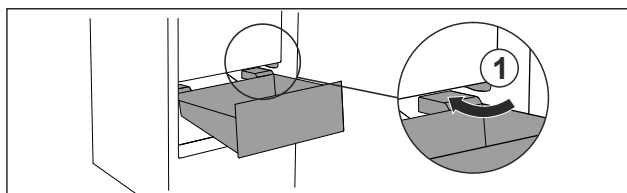

Fig. 106
- ▶ Zásuvku ved'te šikmo podél zarážek Fig. 106 (1).